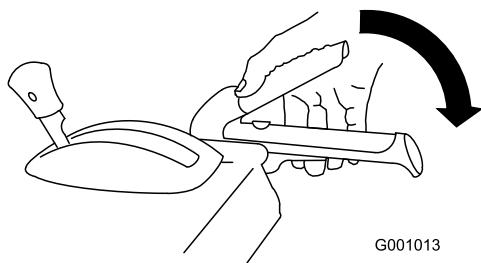

Figura 37
1. Para engatar a transmissão da broca/hélice, aperte a alavanca do lado direito (broca/hélice) para a pega (Figura 37).